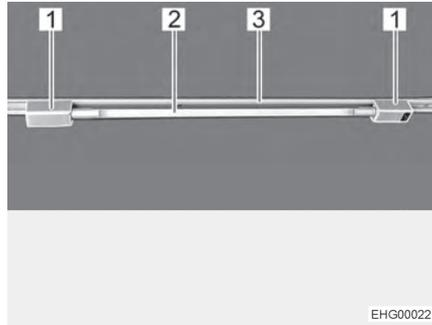

Fig. 35 Lampada tubolare
- Inserire i due supporti (Fig. 35,1) nella rotaia (Fig. 35,3). A tale scopo, ruotare i supporti di 90°.
- Infilare il corpo lampada (Fig. 35,2) in uno dei supporti.
- Ruotare il corpo lampada (Fig. 35,2), finché non si raggiunge l'effetto luminoso desiderato.